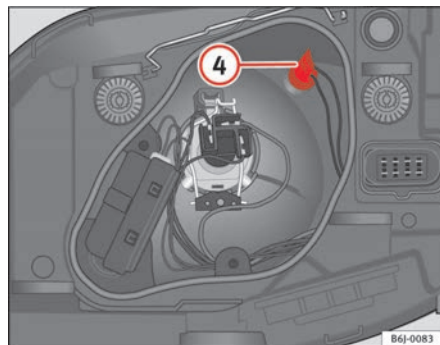

Abb. 154 Standlicht
- Die Fassung ④ ⇒ Abb. 154 herausnehmen.